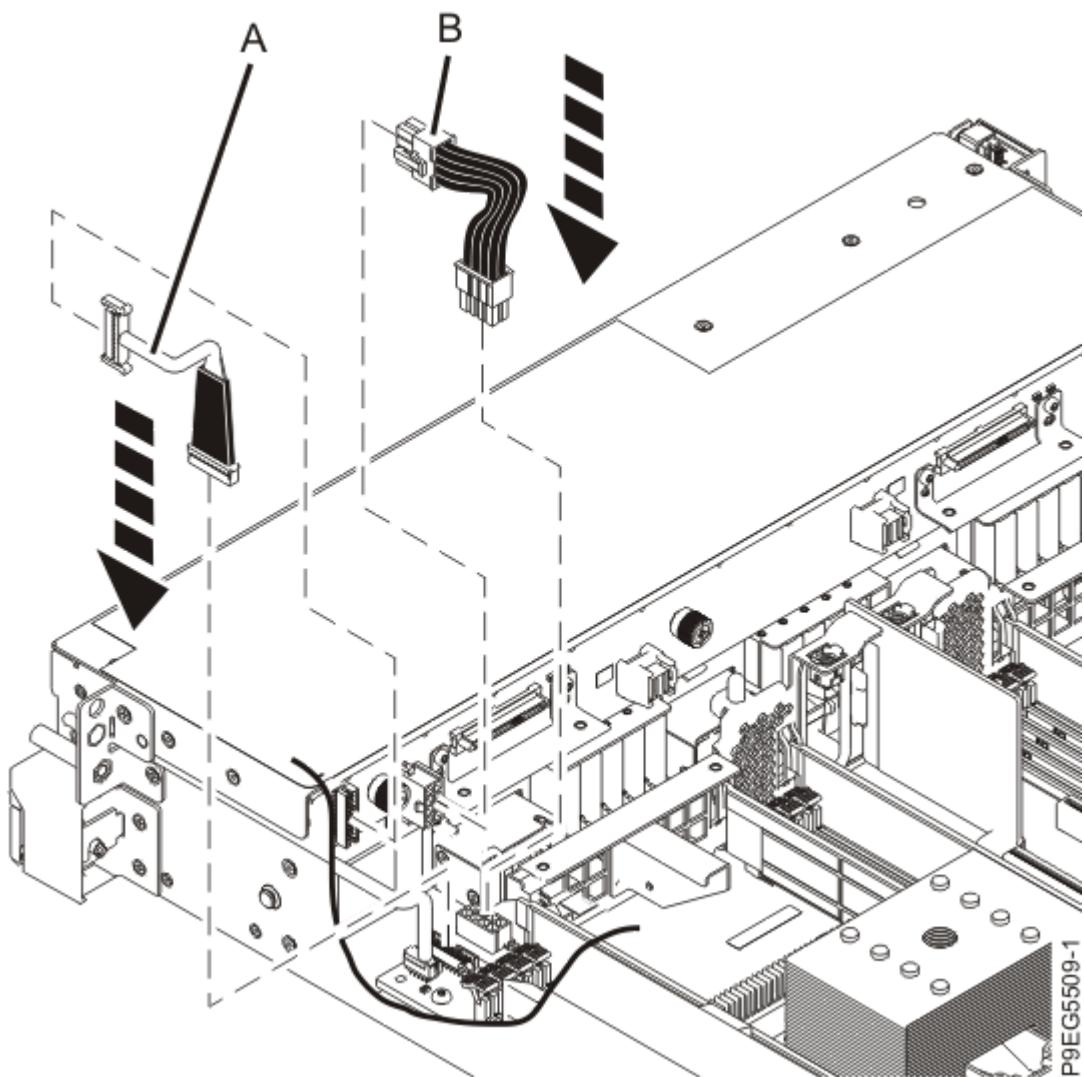

図 33. 信号ケーブルおよび電源ケーブルの再接続
2. ラベルを確認して、電源ケーブル (B) をディスク・ドライブ・バックプレーンに再接続します (37 ページの図 33 を参照)。